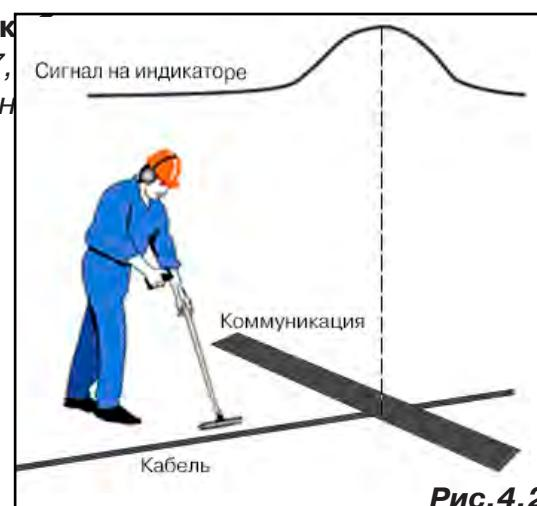

Рис.4.2
3. Расположить корпус электромагнитного датчика над трассой кабеля параллельно трассе (уровень сигнала на индикаторе приемника будет близок к нулю) (рис. 4.2). Провести трассопоиск в соответствии с методом максимума. При прохождении по трассе, место пересечения кабеля с коммуникациями определяют по максимальному сигналу.